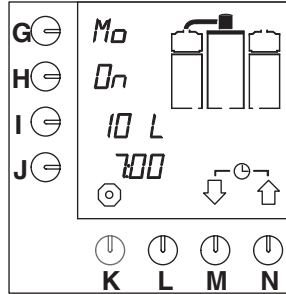

Fig. 13 Wachtstand tijd klok
- Het klokje in het display gaat knipperen en het systeem gaat op de ingestelde tijd koffiezetten. In het display verschijnt de wachtstand (fig. 13).